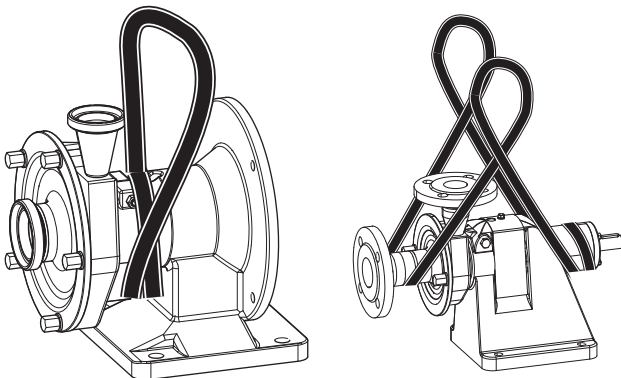

Fig. 53 Transporte com grua
1. Enrole duas vezes a linga redonda em redor do pescoço da lanterna (consulte o Fig. 53 „Transporte com grua“).
1. Enrole duas vezes a linga redonda em redor do suporte do rolamento (consulte o Fig. 53 „Transporte com grua“).